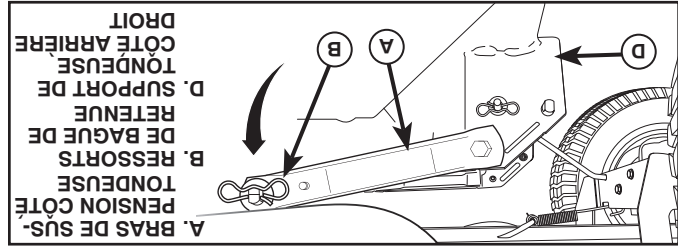

Fig. 12
6. ATTACHER LES BRAS DE SUSPENSION (A) CÔTÉ TONDEUSE AU CHASSIS (Voir la Fig. 12)
- Mettre le trou avant du bras de suspension (A) sur la goupille sur l'extérieur du châssis du tracteur et fixer avec la grande rondelle et la grande retenue à ressort (B).